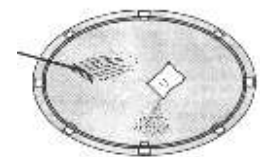

fig. 20
g) Antes de la instalación del liner esparza una capa de arena tamizada fina (sin piedras) sobre el área interior, con un espesor de 5 cm. Utilice un rastrillo para garantizar que la capa de arena no presenta desniveles, fig. 20.